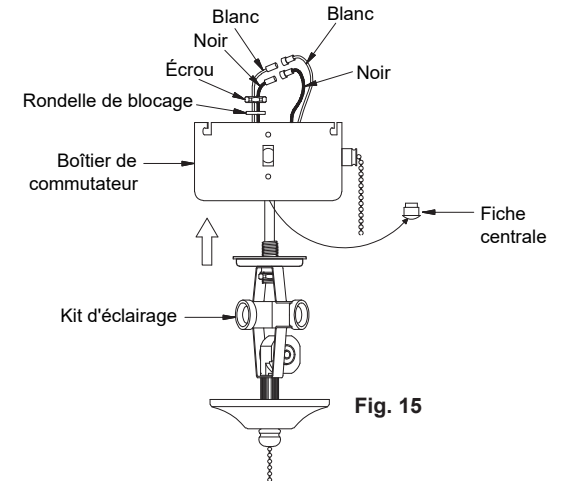

Fig. 15
Étape 3. Assurez-vous qu'il est suffisamment serré pour empêcher toute vibration du kit d'éclairage (Fig. 15).